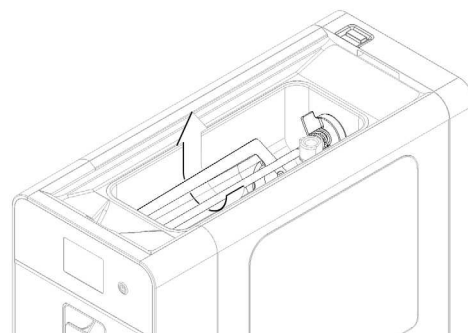

figura 17
- 2** Se presente, rimuovere il mescolatore dalla vasca superiore. (vedere figura 17)